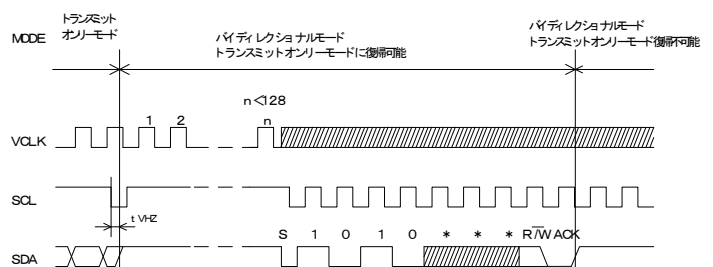

Fig.9 モードチェンジ
- 入力されたコマンドのデバイスコードが、1010 でなければ ACK は出力されず、その後の VCLK のクロック入力を 128 カウントすれば、リカバリー機能によりトランスミットオンリーモードに復帰可能です。スレーブアドレスの入力中にストップコンディションが入力された時も同様に、リカバリー機能によりトランスミットオンリーモードに復帰可能です。(Fig.9 モードチェンジを参照下さい)